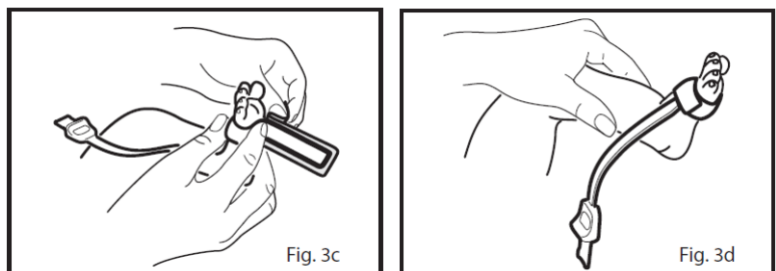

Abb. 30 RD SET-Sensorpositionierung für Neu- und Frühgeborene
- 2 Siehe Fig. 3a in Abb. 30: Bei empfindlichen Hautstellen können Sie die Haftflächen mit einem Wattebausch oder mit Gaze betupfen, um den Klebstoff des Haftmittels zu reduzieren oder vollständig zu entfernen.
- 3 Siehe Fig. 3b in Abb. 30: Führen Sie das Sensorkabel zum Fußgelenk (oder Handgelenk).
- 4 Siehe Fig. 3c in Abb. 30: Wickeln Sie die Klebe-/Schaumstoffmanschette so um die laterale Seite des Fußes (oder der Hand), dass sich das Senderfenster (roter Stern) genau gegenüber dem Empfänger befindet. Achten Sie beim Befestigen der Klebe-/Schaumstoffmanschette zum Sichern des Sensors darauf, dass das Sender- und das Empfängerfenster einander weiterhin direkt gegenüberliegen.